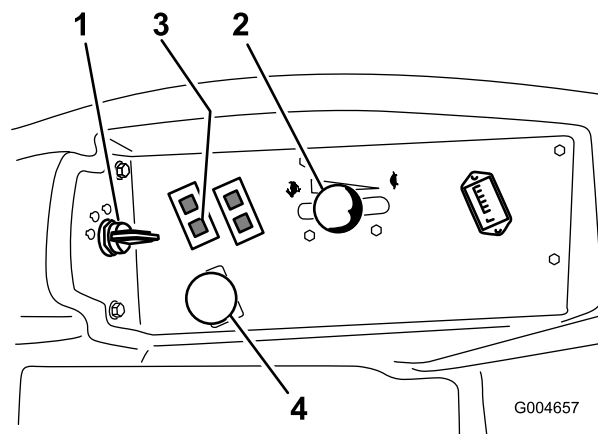

Figura 16
4. Mueva la toma de fuerza (PTO) a la posición Desengranada (Figura 16).
5. Ponga la palanca del acelerador en un punto intermedio entre las posiciones Lento y Rápido (Figura 16).